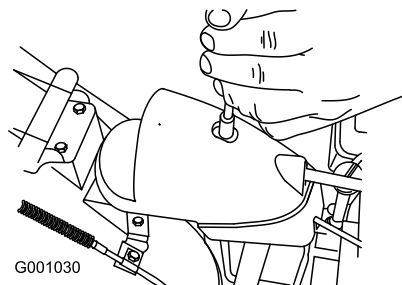

Figura 49
1. Togliete l'elemento di fissaggio dal coperchio degli ingranaggi (Figura 49), alzate la parte anteriore del coperchio e spingetela indietro perché non intralci l'operazione.